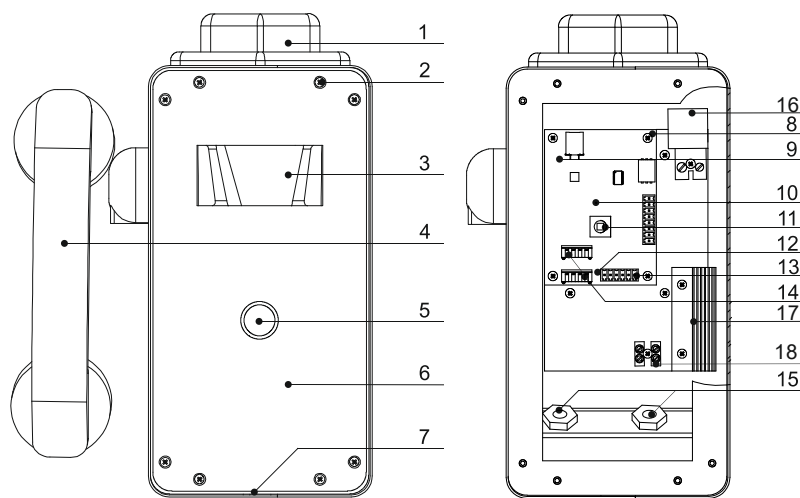

Рисунок 1. Внешний вид АВУ в исполнениях «ТУ» и «ТУ1» и вид на АВУ со снятой крышкой.
АБУ имеет два 4-х контактных разъема рис. 1. поз. 14. Разъемы включены параллельно и предназначены для питания АБУ и организации связи с ЛБС и другими вызывными устройствами по интерфейсу RS485.
Шести контактный разъем рис. 1 поз. 13 предназначен для подключения кабеля от крышки АБУ к печатной плате устройства. Данный кабель должен быть подключен по окончании монтажа АБУ, перед установкой крышки.
Клеммы рис. 1 поз. 18 предназначены для подключения питания подогревательного элемента.
3). Снимите крышку АБУ. Подключите к разъемам рис. 1, поз. 14 линии связи с ЛБС и другими АБУ системы. АБУ подключаются к линии связи с ЛБС последовательно, соединений типа «звезда» на одной линии не допускается. Для удобства подключений АБУ имеет два разъема, контакты которых соединены параллельно. К одному разъему подключается линия связи от ЛБС или предыдущего АБУ в линии, ко второму – линия связи со следующим АБУ. Назначение разъемов и контактов АБУ указано в приложении 1. Схема подключения АБУ к ЛБС приведена в приложении 2.
4). Включите согласующие резисторы у последних АБУ в каждой линии. Включение резистора выполняется установкой перемычки на два контакта рис. 1, поз. 12.
5). Подключите силовой кабель для питания подогревательного элемента к клеммам поз. 18 рис.1.
7). Подключите кабель от крышки АБУ к разъему рис. 1 поз. 13. Установите крышку АБУ на место, закрепите ее винтами.
При изменении конфигурации системы или установке в систему ранее использованного АБУ, необходимо выполнить смену его адреса на заводской (по умолчанию). Только после этого возможно запрограммировать это АБУ в систему. Для смены адреса на заводской необходимо на клеммы АБУ рис. 1 поз. 9 установить перемычку, после этого подать питание на АБУ. Адрес АБУ будет заменен на заводской. После этого необходимо снять перемычку и запрограммировать АБУ в систему.